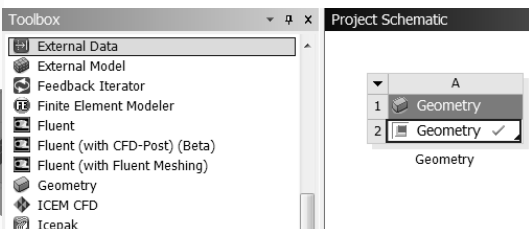

图 2-82 创建项目 A
Step4：数据加载成功后，程序将在 Workbench 主界面上自动创建项目 A，如图 2-82 所示。